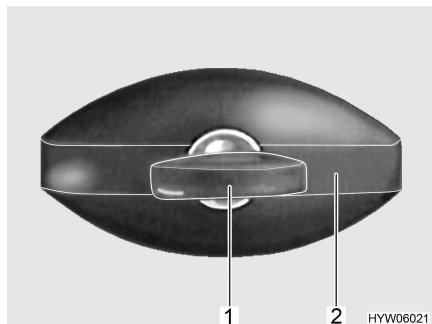

Bild 19 Lucklås (ellipsformat, låst)
- Stick in nyckeln i låscylindern (Bild 19,1) och vrid ett kvarts varv moturs. Låshandtaget (Bild 19,2) frigörs.